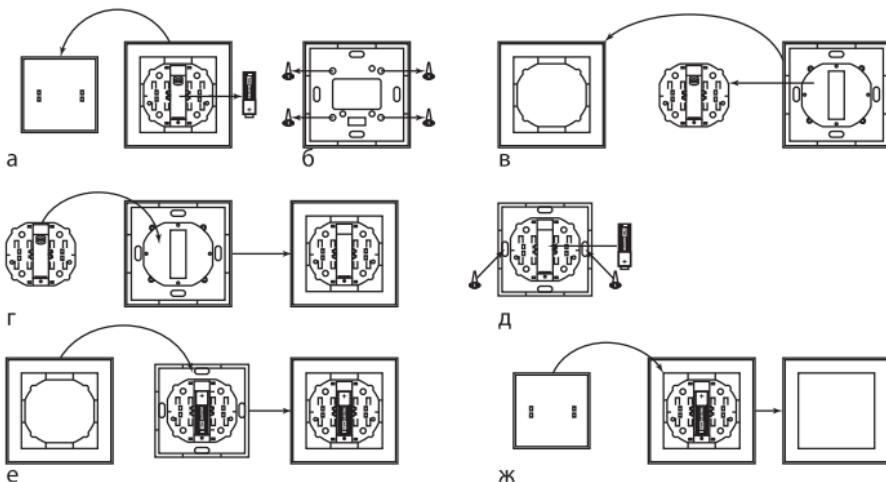

Рисунок 2. Монтаж радиовыключателей PB1, PB2 при помощи саморезов
5.2.1. Снять верхнюю крышку с выключателя и вытащить элемент питания (рисунок 2а).
5.2.2. Открутить на основании выключателя 4 крепежных шурупа (рисунок 2б).
5.2.3. Снять декоративную рамку (рисунок 2в).
5.2.4. Установить механизм выключателя обратно в основание, закрутить шурупы обратно (рисунок 2г). При установке механизма необходимо учитывать его первоначальное расположение на основании
5.2.5. Вставить в механизм выключателя элемент питания LR23A 12V, в соответствии с указанной полярностью, прикрепить основание выключателя к монтажной плоскости (рисунок 2д), надпись «UP» с задней стороны радиовыключателя должна быть сверху.
5.2.6. Установить декоративную рамку обратно на выключатель и закрепить ее на выключателе нажатием до щелчка (рисунок 2е).
5.2.7. Установить обратно верхнюю крышку (рисунок 2ж), радиовыключатель готов к использованию.
5.3.1. Снять верхнюю крышку с выключателя (рисунок 2а).
5.3.2. Вставить в механизм выключателя элемент питания LR23A 12V, в соответствии с указанной полярностью, прикрепить выключатель к монтажной поверхности при помощи двухстороннего скотча (рисунок 2е), надпись «UP»
5.3.3. Установить обратно верхнюю крышку (рисунок 2ж), радиовыключатель готов к использованию.